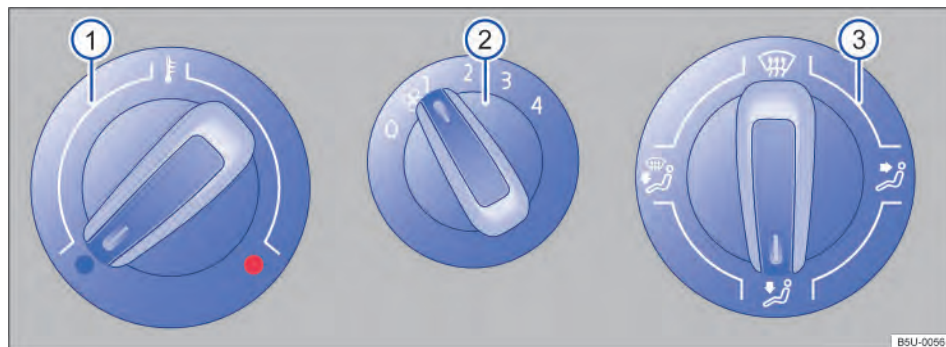
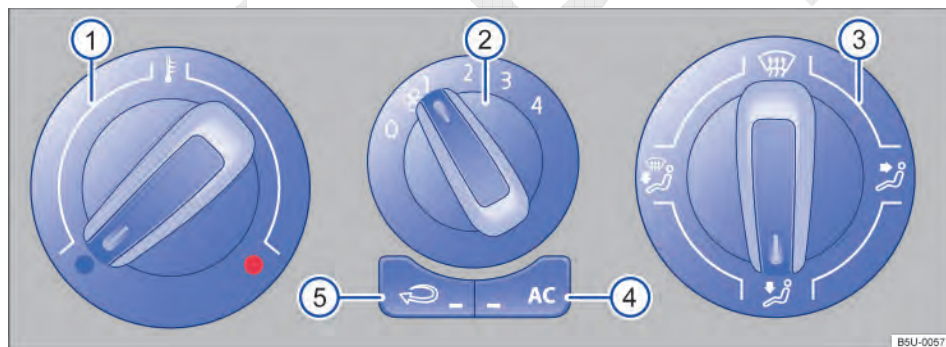

Fig. 121 No console central: comandos do sistema de ventilação e aquecimento
Fig. 122 No console central: comandos do ar-condicionado.
Botão, regulador	Informações complementares do sistema de ventilação e aquecimento ⇒ Fig. 121 e ar-condicionado ⇒ Fig. 122.
- Em veículos com sistema de aquecimento, colocar o regulador da temperatura ⇒ Fig. 121  totalmente para a direita, para a posição máxima de aquecimento.
- Colocar o regulador da distribuição de ar ⇒ Fig. 122  para a posição .